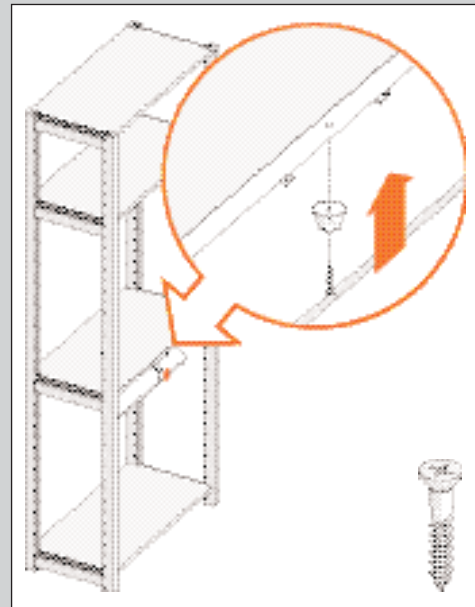

ABBILDUNG 78
6. Schrauben Sie den Stopper im vorderen Loch in der Mitte der Führungsschiene fest (siehe Abb. 78).